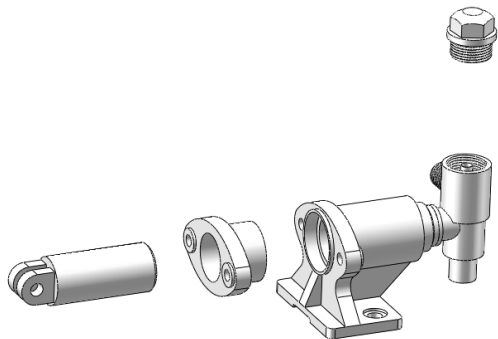

图 13-176 爆炸阀盖
**04** 创建阀盖爆炸。选择菜单栏中的“插入”→“爆炸视图”命令，或单击“装配体”工具栏中的“爆炸视图”按钮，弹出“爆炸”属性管理器，在视图选择“阀盖”，在活动坐标系上单击 Y 轴为爆炸方向。输入爆炸距离为 120.00mm，如图 13-175 所示，单击“应用”按钮，然后单击“完成”按钮，结果如图 13-176 所示。